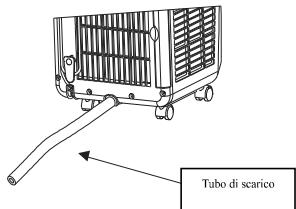

Figura 14
- 2). Inserire il tubo di scarico OD in PVC da 8-10mm nell'uscita dell'acqua. (figura 14)